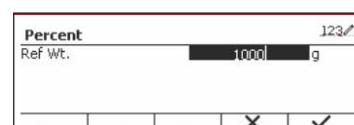

Figure 69
- Saisissez la valeur à l'aide du pavé. (Voir Figure 69)